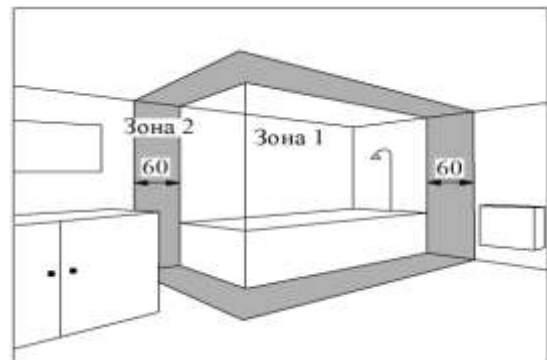

Рис. 6
5.6 Конвектор допускается устанавливать в ваннах комнатах, душевых (рис. 6). При этом установка конвектора запрещается: